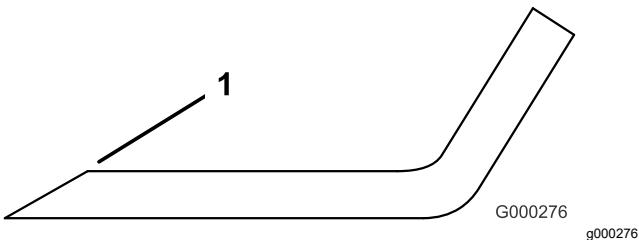

Рисунок 92
3. Проверьте режущие кромки всех ножей и заточите их, если они затупились или имеют зазубрины (Рисунок 92).
- Примечание:** Чтобы ножи всегда оставались острыми, затачивайте только верхнюю сторону режущей кромки и сохраняйте первоначальный угол заточки (Рисунок 92). Балансировка ножа не нарушается при удалении одинакового количества металла с обеих режущих кромок.